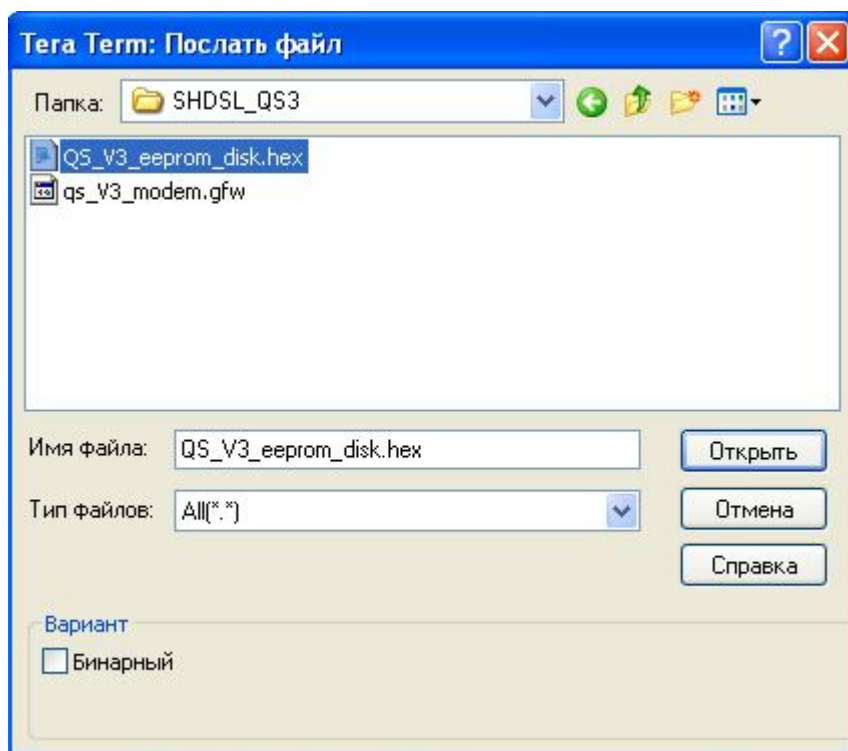

Рисунок 33 – Загрузка файла прошивки модема с расширением «hex»
13.9 В ПО «Tera Term» во вкладке «Файл» выбрать «Передать файл...». При этом откроется окно выбора файла для передачи. Осуществить выбор файла прошивки «QS\_V3\_eeprom\_disk.hex» (см. рисунок 33) и нажать кнопку «Открыть». При этом параметр «Бинарный» в поле «Вариант» не должен быть выбран.